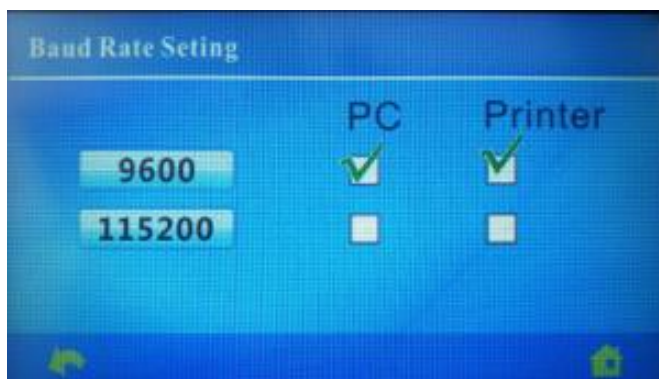

Рис.13
2) Baud Rate Setting (Установка скорости порта RS232/принтера рис.13)